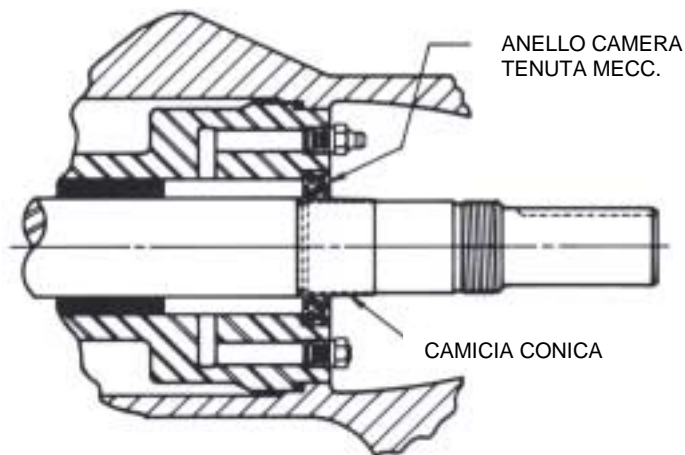

FIGURA 9
- Rimuovere il manicotto conico. Stringere la/le viti di bloccaggio dell'elemento rotante. Alcune tenute potrebbero essere dotate di graffe di installazione. Queste devono essere rimosse dopo che la tenuta è stata posizionata sulla corretta porzione del diametro dell'albero. Riempire nuovamente la camera di lubrificazione della cuffia con grasso multiuso e mettere il manicotto conico nella chiusura per la camera di tenuta come mostrato in Figura 9. Versare abbondante olio lubrificante sia sull'elemento rotante che sull'elemento stazionario appena prima di installare rotore e albero.